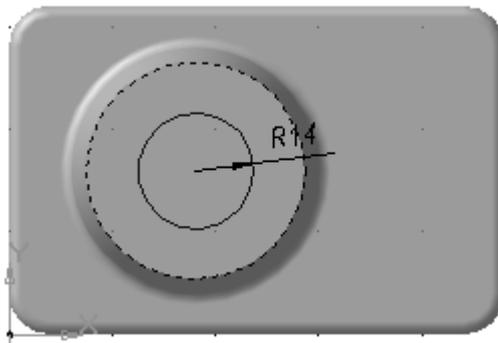

Рис. 7.12. Эскиз отверстия в бобышке
19. Постройте эскиз отверстия, изображенный на рис. 7.12.